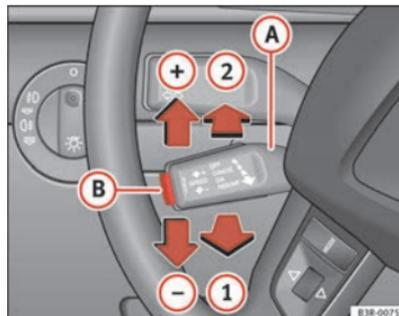

Fig. 151 Mandos del regulador de velocidad ▶
- Tire de la palanca **A** hacia la posición \Rightarrow página 189, fig. 151 **1** para activar el sistema.
- Desplace la palanca **A** hacia arriba, en dirección \Rightarrow página 189, fig. 151 **+**.
- Desplace la palanca **A** hacia abajo, en dirección \Rightarrow página 189, fig. 151 **-**.
- Cada vez que pulse brevemente la palanca **A** hacia arriba, en dirección \Rightarrow página 189, fig. 151 **+**, la velocidad programada aumentará en unos 2 km/h.
- Cada vez que pulse brevemente la palanca **A** hacia abajo, en dirección \Rightarrow página 189, fig. 151 **-**, la velocidad programada disminuirá en unos 2 km/h.
Si al desconectar provisionalmente el dispositivo no había ninguna velocidad programada, se podrá programar, como sigue, una nueva velocidad: Conduzca a la velocidad deseada y pulse entonces brevemente la tecla ⇒ página 189, fig. 151 **(B)** (SET).
- Desplace la palanca **(A)** ⇒ página 189, fig. 151 a la posición **(2)** (encastrada).